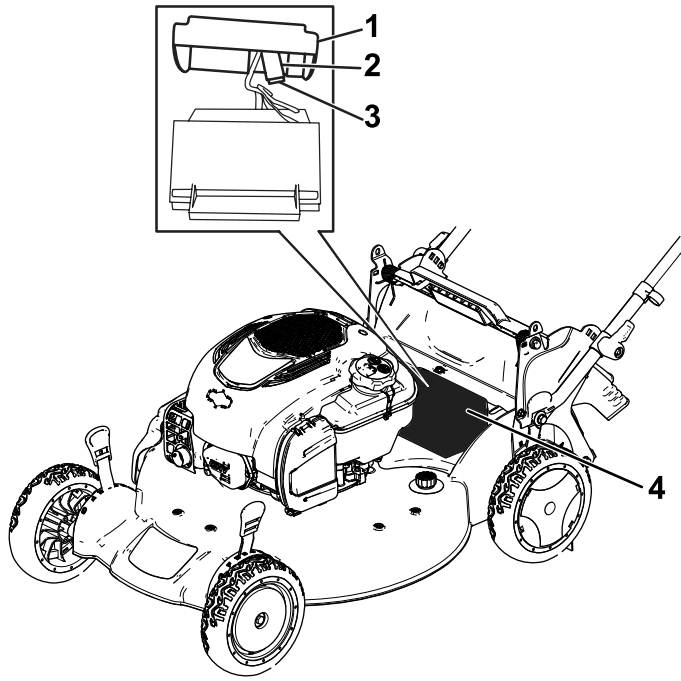

Figura 30
1. Retire la tapa del compartimento de la batería (Figura 30).
2. Retire la batería y localice el fusible (Figura 30).
3. Cambie el fusible del portafusibles (Figura 30).
4. Instale la tapa sobre el compartimento de la batería (Figura 30).